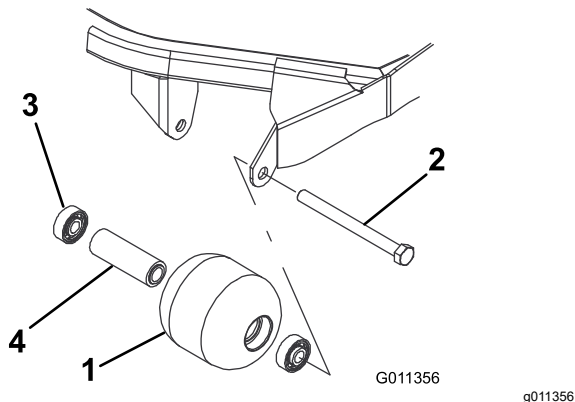

Figure 84
1. Retirez le boulon de fixation du galet (Figure 84).
1. Enfoncez le premier roulement dans le logement à la presse (Figure 84). Exercez la pression uniquement sur la bague extérieure ou uniformément sur les bagues intérieure et extérieure.
2. Insérez l'entretoise (Figure 84).
3. Enfoncez le second roulement dans le logement à la presse (Figure 84). Exercez une pression uniforme sur les bagues intérieure et extérieure jusqu'à ce que la bague intérieure rencontre la douille d'écartement.
4. Vérifiez l'état du logement de roulements, des roulements et de l'entretoise de roulements (Figure 84) Remplacez les composants endommagés et remontez-les.